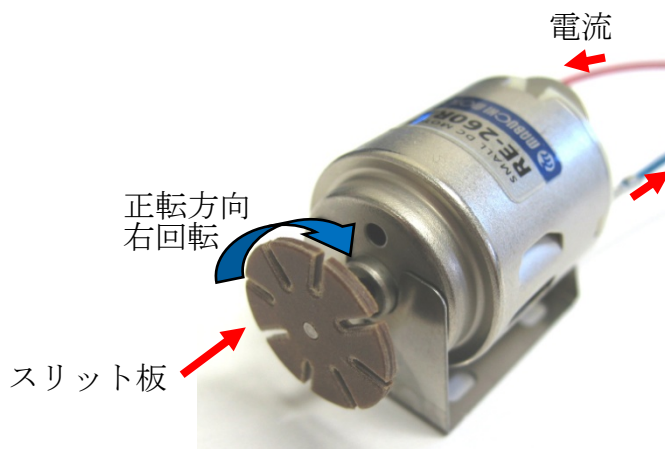

図 2.3 DC モータ
DC モータは図 2.3 に示すマブチモータ社製の RE-260RA-2670 を用います。赤色と青色の端子があり、赤から青に電流が流れるときに回転する方向を正転方向（右回転）とします。反対に青から赤に電流が流れるときに回転する方向を逆転方向（左回転）とします。
- 回転軸には、スリット板を図 2.3 のようにとりつけてください。